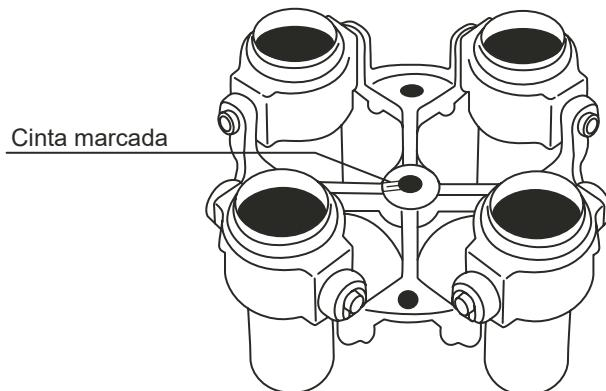

Figura 19. Colocación de la cinta en el rotor
4. Pegue la cinta. Pegue la cinta blanca en la parte central del rotor de tal forma que la línea negra apunte hacia el centro del tornillo, así como se muestra en la Figura 19.